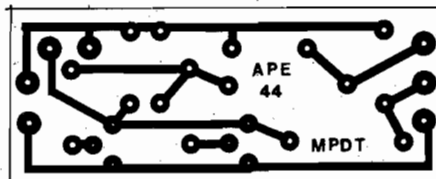

Fig.3
- **FIG. 3 - LAY OUT DO CIRCUITO IMPRESSO ESPECÍFICO** - A plaquinha é uma "mezequinha": pequena, de desenho simples e descongestionado! Mesmo quem ainda não se "arriscou" a realizar sua primeira placa, poderá tentá-lo, "sem medo"... O padrão cobreado está, na figura, em escala 1:1 (tamanho natural), podendo então ser copiado diretamente sobre a face cobreada de um fenolite virgem, ação seguida da traçagem com decalques ou tinta ácido-resistente, corrosão na solução de perclorato de ferro, limpeza e furação... Durante toda essa fase (simples, podemos garantir) de realização e utilização do Circuito Impresso, o principiante poderá (antes, **deverá...**) recorrer às **INSTRUÇÕES GERAIS PARA AS MONTAGENS**, onde encontrará sempre conselhos, "dicas" e sugestões fundamentais (os "veteranos" já sabem tudo aquilo, mas os "começantes" precisam ser lembrados, a todo instante, que é pra não "pisarem na bola", até ficarem "macacos velhos"...).